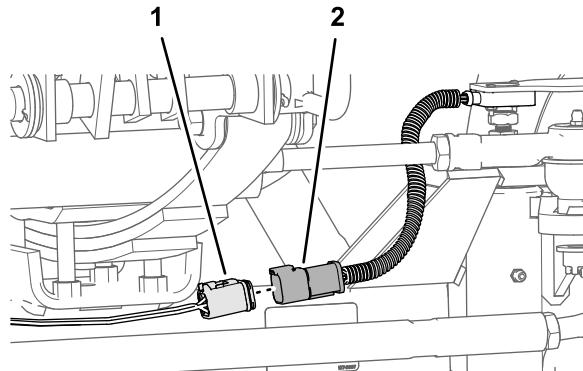

図 96
1. 角度センサー ハーネスの6ピン コネクタを、WHEEL ANGLE SENSORというラベルが付いたキットワイヤーハーネスの6ソケットコネクタに差し込みます(図 96)。